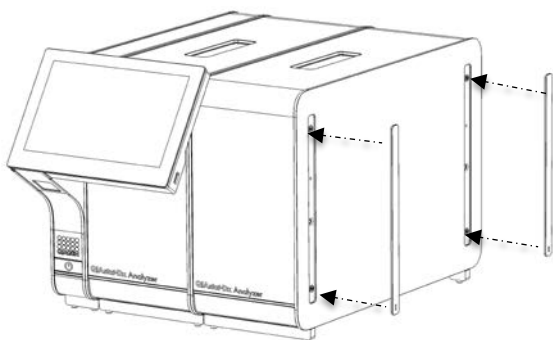

Figura 17. Recolocando as coberturas de proteção no Módulo analítico adicional.
5. Volte a fixar as coberturas de proteção na parte lateral do Módulo analítico adicional (Figura 17).